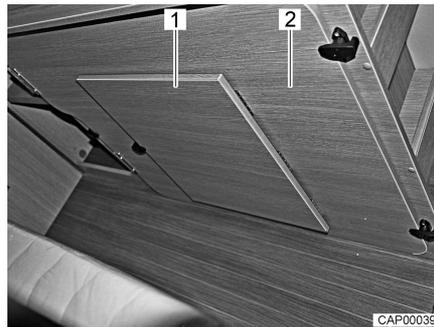

Bild 33 Einlegebrett am rechten Bettkasten
- Zusätzliches Einlegebrett (Bild 33,2) vom rechten Bettkasten im Heck abnehmen.
- Fußstütze (Bild 33,1) am Einlegebrett ausklappen.